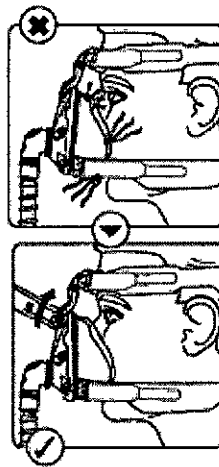

Figura 9
- Para fugas producidas alrededor o debajo de la boca, apriete suavemente los brazos del StabilitySelector y ajuste a una posición más alta. Reajuste la mascarilla, separándola directamente de la cara y volviendo a colocarla con suavidad en su sitio (Figura 9).